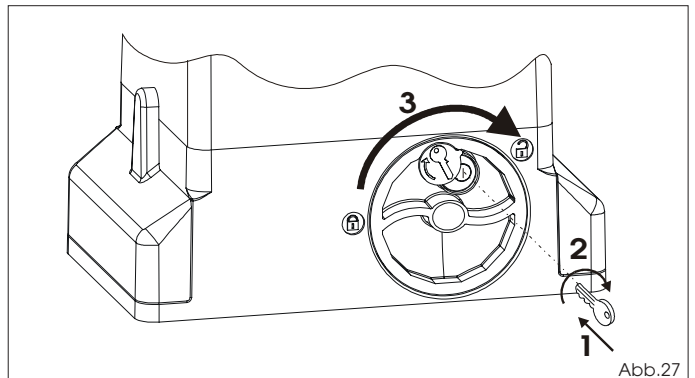

Abb.27
- 1) Den mitgelieferten Schlüssel stecken und im Uhrzeigersinn drehen, wie in Abb. 27 Bez. 1 und 2 gezeigt
- 2) Das Entriegelungssystem im Uhrzeigersinn bis zum mechanischen Anschlag drehen, Abb. 27 Bez. 3.